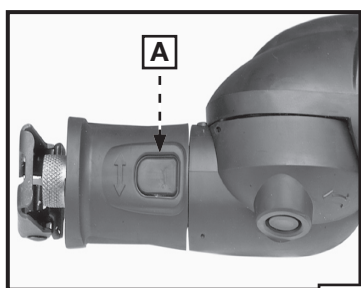
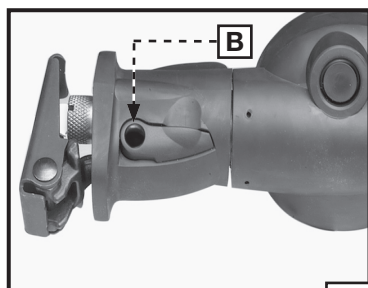

Fig. 9
Fig. 10
Pour faire pivoter le boîtier de découpe avant, appuyez sur le bouton de blocage (A) Fig. 9 et maintenez-le enfoncé pendant que vous tournez le boîtier de découpe avant en sens horaire ou anti-horaire pour le mettre à la position radiale ou à l'angle désiré. Ensuite lâchez le bouton de blocage et continuez de faire pivoter le boîtier de découpe avant jusqu'à ce que le bouton de blocage s'enclenche au cran désiré (B) Fig. 10.